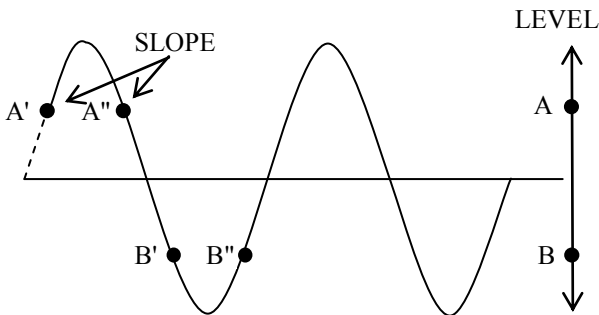

Рис. 25. Настройка положения запуска сигнала
3) Ручкой LEVEL устанавливается уровень сигнала, с которого происходит запуск развертки, а переключателем SLOPE выбирается передний или задний фронт сигнала, по которому происходит запуск развертки, как показано на рис. 25.